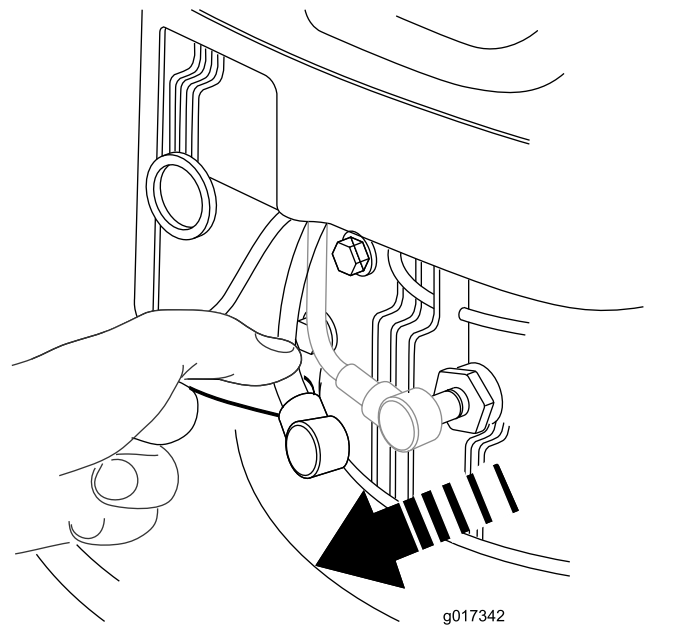

图 19
2. 在执行任何维护程序之前应断开火花塞上的火花塞电线图 19。
2. 断开火花塞上的电线图 19。